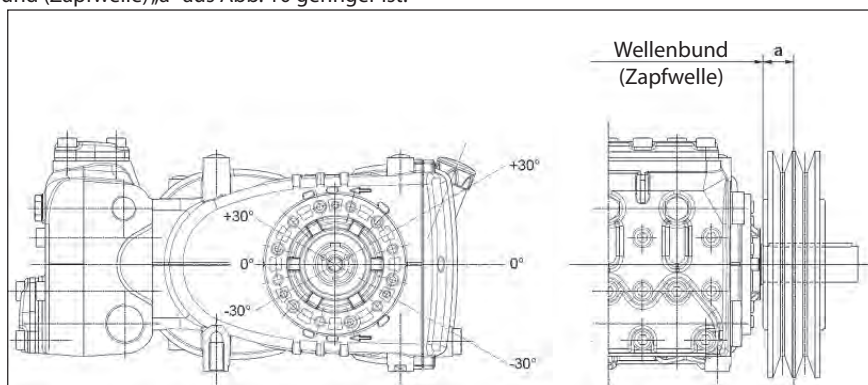

Abb. 10
Der Antrieb gilt als richtig bemessen, wenn die Belastung bei einem maximalen Abstand  $a=30$  mm vom Wellenbund (Zapfwelle) ausgeübt wird, siehe Abb. 10.
- b) Verwenden Sie Hochleistungsriemen - zum Beispiel **XPB** statt **SPB** - da hierbei weniger Riemen bei gleicher Leistungsübertragung benötigt werden und der Abstand zum Wellenbund (Zapfwelle) „a“ aus Abb. 10 geringer ist.